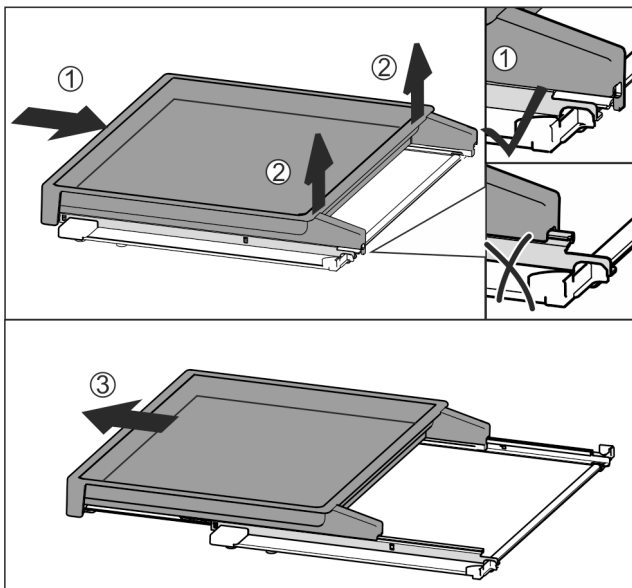

Fig. 133
- ▶ Izvlečno polico v celoti potisnite noter Fig. 133 (1).
- ▶ Sprostite zaskočni element na zadnji strani Fig. 133 (2).
- ▶ Izvlečno polico povlecite naprej in jo odstranite Fig. 133 (3).